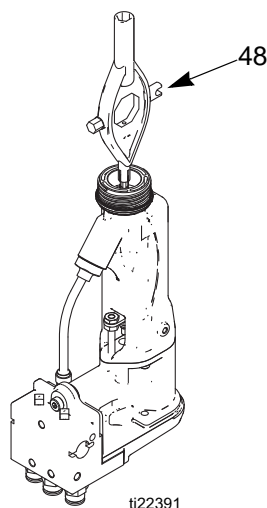

Fig. 19 . Remplacement de l'électrode
3. Dévissez l'électrode (3) à l'aide de l'outil multifonctions (48). FIGURE 19.